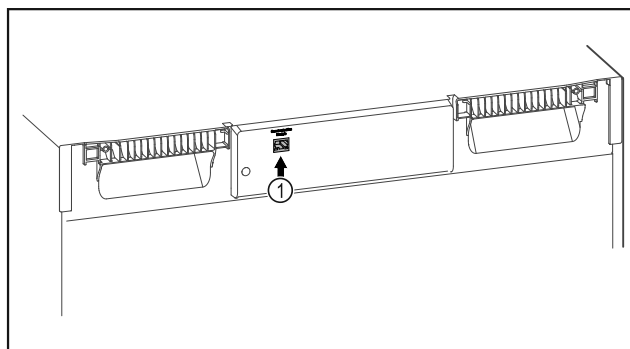

Fig. 133
- ❑ Le SmartModule Fig. 133 (1) est en place.